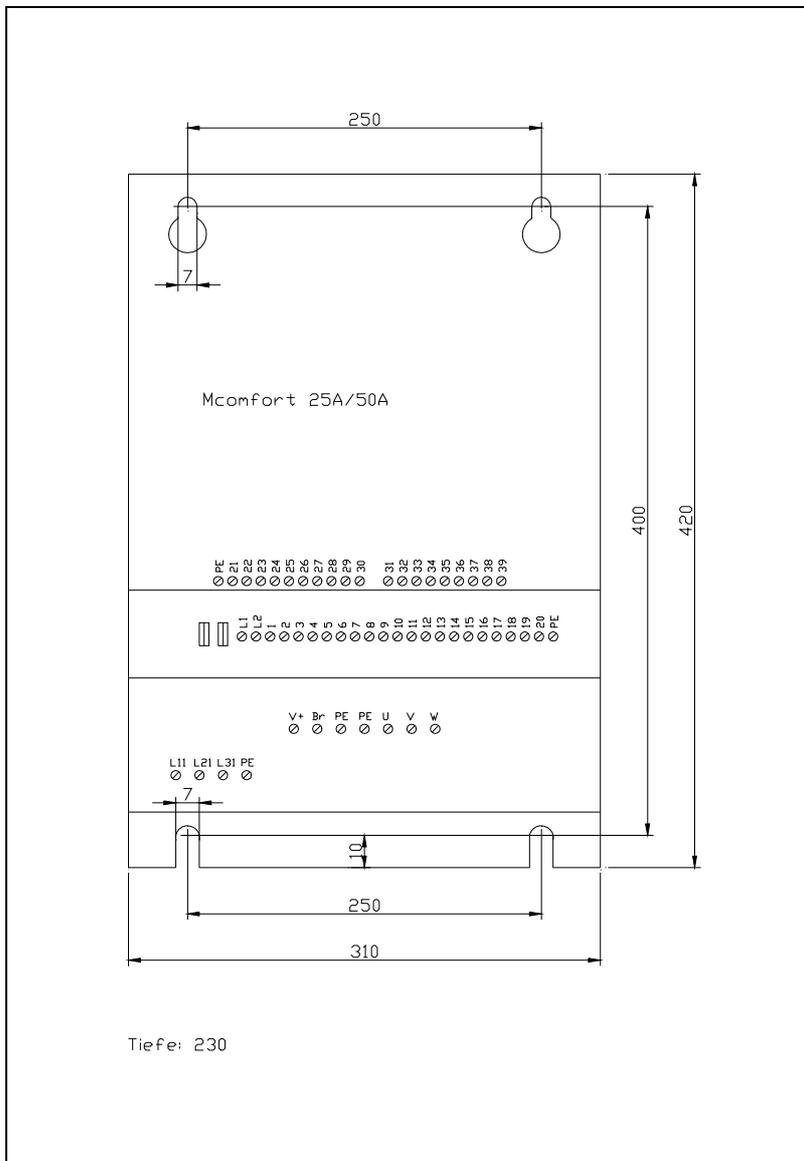

Abbildung 3: Maßbild für Geräte 25A - 50A Nennstrom
- Die Umrichter sind lieferbar in verschiedenen Baugrößen (siehe Abbildung 3 und 4). Höhere Leistungen auf Anfrage.
- ! Die MICOTROL- Umrichter der Serie Mcomfort sind für senkrechte Montage in Schränken oder Maschinengestellen bestimmt. Sie sind mit Klemmleisten nach unten zu montieren. Abmessungen siehe Abbildung 3 und 4.